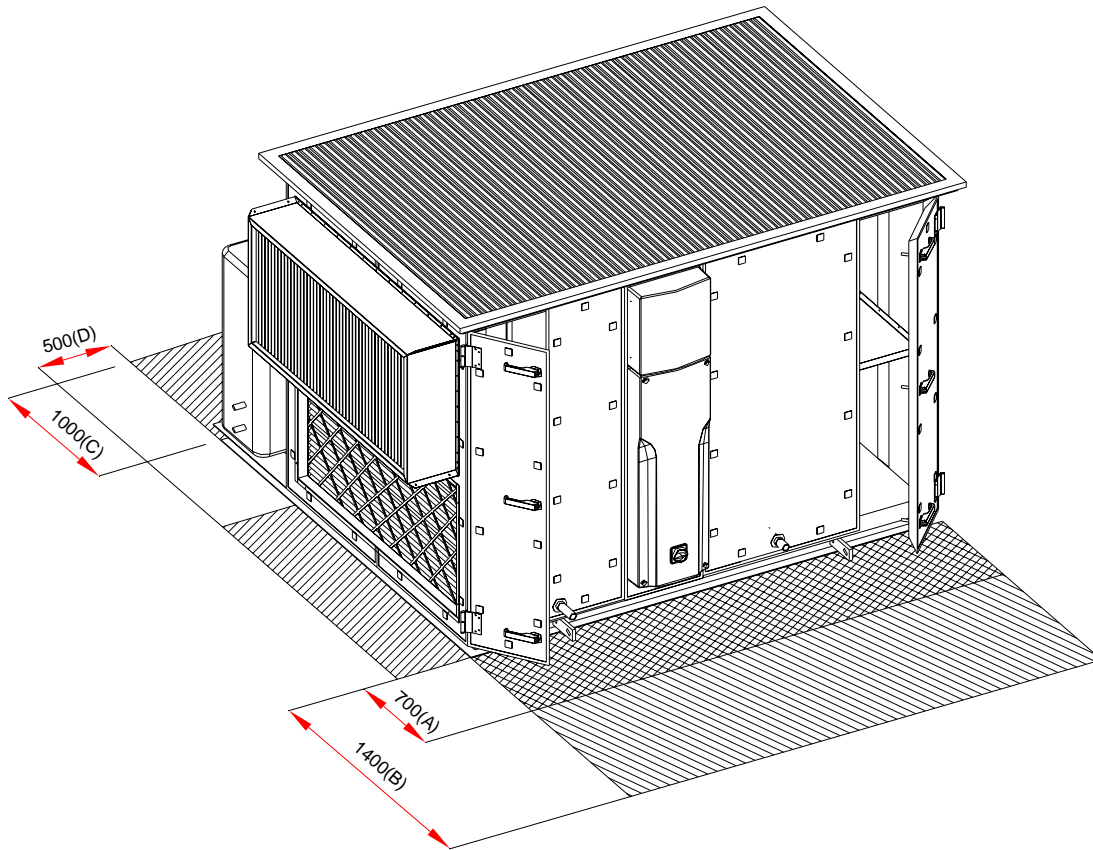

Fig.1 Vrije ruimte rondom het toestel.
- Rondom het apparaat voldoende ruimte is voor luchtkanaalaansluitingen, toe- en afvoerleidingen, montage en demontage van filters en wisselaars, het uitvoeren van onderhoudswerkzaamheden en toe- en afvoer van lucht voor de inverters. (Fig.1)